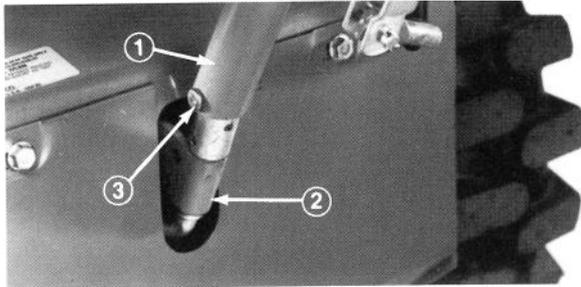
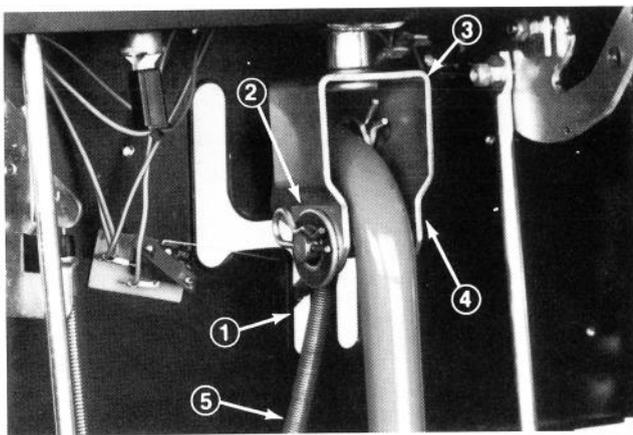

Abb. 9
Abb. 10
2. Die Schaltstange von hinten auf das untere Rohr schieben (Abb. 9) und den Gangschalthebel durch den Schlitz für den 1. Gang in der Bedienungskonsole stecken (Abb. 10). Dann die Bohrungen in der Schaltstange und Schaltgabel zur Deckung bringen und den Gabelbolzen von rechts einführen (Abb. 10). Die Zugfeder in das Loch in der Schaltgabel einhängen (Abb. 10).
5. Die Bohrungen im unteren Ende der Schaltstange und im Rohr in der Mitte des Geräts zur Deckung bringen (Abb. 9). Den Bolzen durchstecken und mittels Splint sichern (Abb. 9).